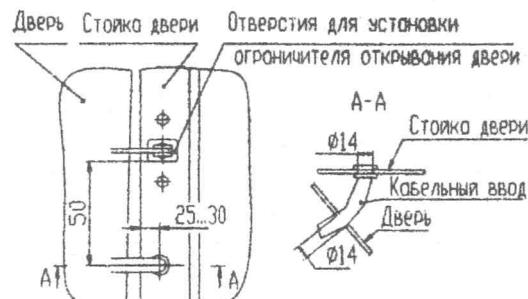

Рис. 1 Установка кабельного ввода на левую переднюю дверь
4.5. "Просверлить отверстия диаметром 14 мм. в стойках дверей и дверях для установки кабельного ввода в соответствии с рис.1 и 2.(Пункт выполнить в случае отсутствия указанных отверстий в дверях и стойках дверей)